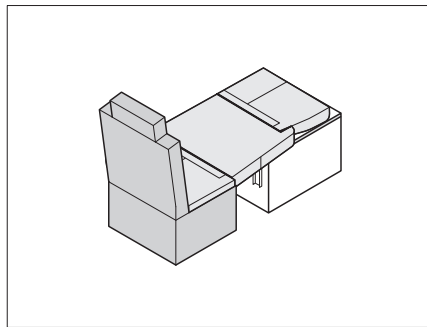

Fig. 213 Positionner les coussins d'assise
- Mettre en place les coussins de dossier et les coussins d'assise comme indiqué dans Fig. 213 sur la table abaissée.